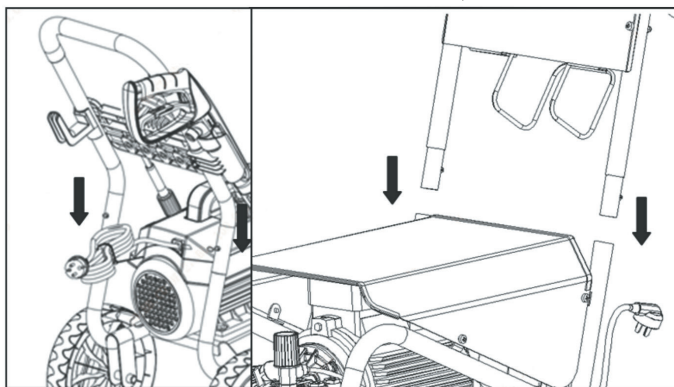

Рис. 6
4.Установите ручку на раму (рис. 6).